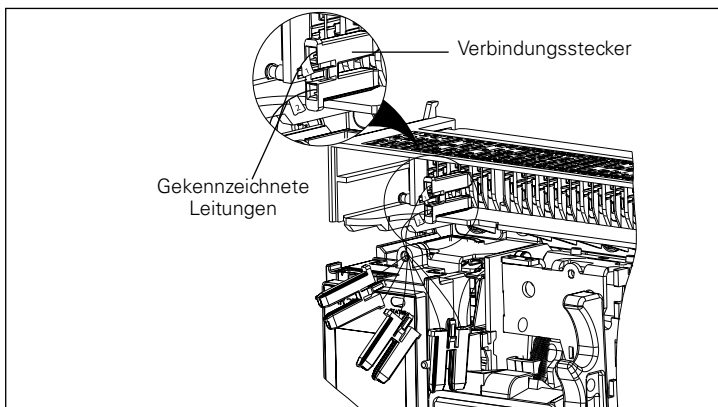

Abbildung 36. Leitungen und Verbindungsstecker.
1. Die Kabel des elektrischen Zubehörs sind mit Nummern gekennzeichnet. Die Belegung finden Sie auf dem entsprechenden Schaltplan, welcher in TD013001E enthalten ist. Die Kabelverbindungen werden mit passenden Verbindungssteckern geliefert um den ordnungsgemäßen Anschluss zu gewährleisten (siehe Abbildung 36).